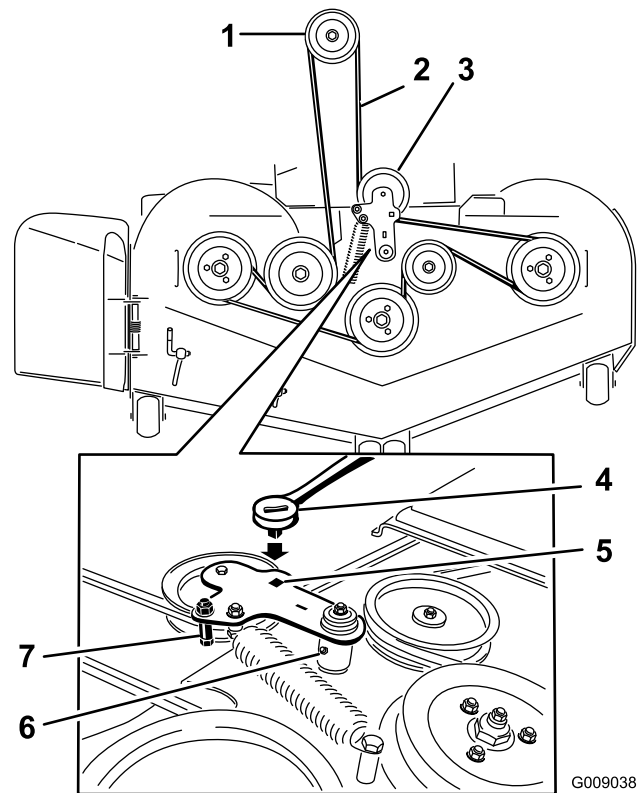

Figure 79
5. Insérez un rochet dans le trou carré du bras de la poulie de tension pour détendre le ressort de la poulie de tension (Figure 79).
7. Enlevez le guide-courroie situé sur le bras de la poulie de tension rappelé par ressort (Figure 79).
9. Acheminez la courroie neuve autour des poulies du tablier de coupe et de la poulie d'embrayage, sous le moteur (Figure 79).
10. Montez le guide-courroie sur le bras de la poulie tension (Figure 79).
11. Insérez le rochet dans le trou carré et montez le ressort de la poulie de tension (Figure 79).